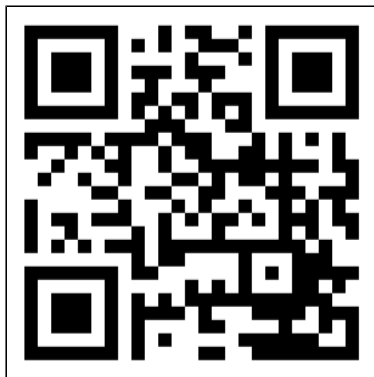

Abbildung 64.
1. Öffnen Sie das Eurom Smart App-Handbuch mit dem QR-Code (Abbildung 64) oder gehen Sie zu www.eurom.nl/nl/manuals.